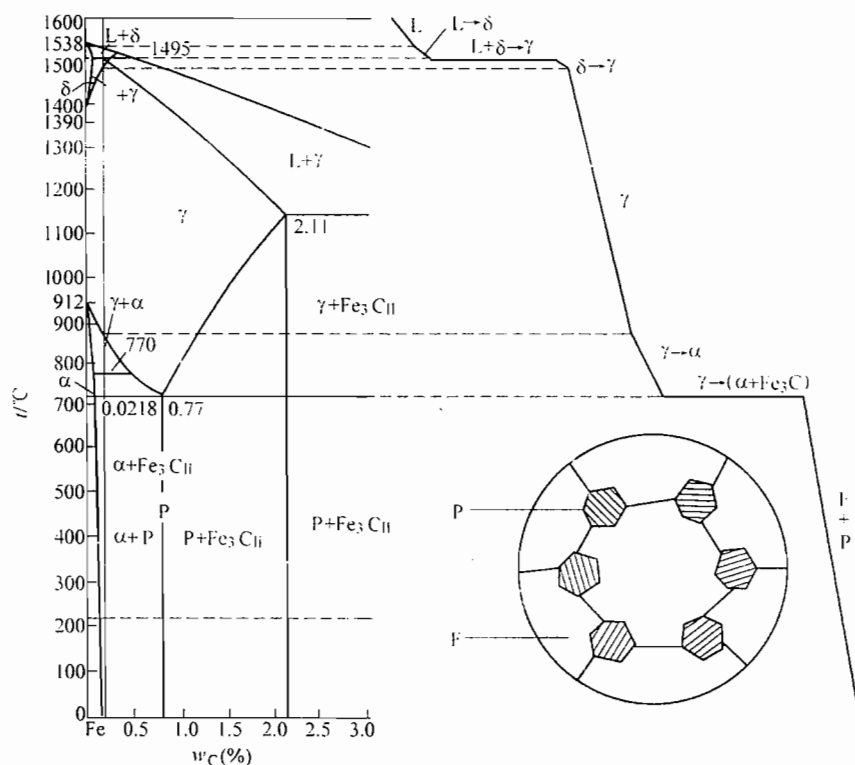

图 34-3 第五题第 4 小题解答图
4. 含 $0.15\% \text{C}$ 铁-碳合金平衡冷却到室温时的相变过程和组织示意图如图 34-3 所示。